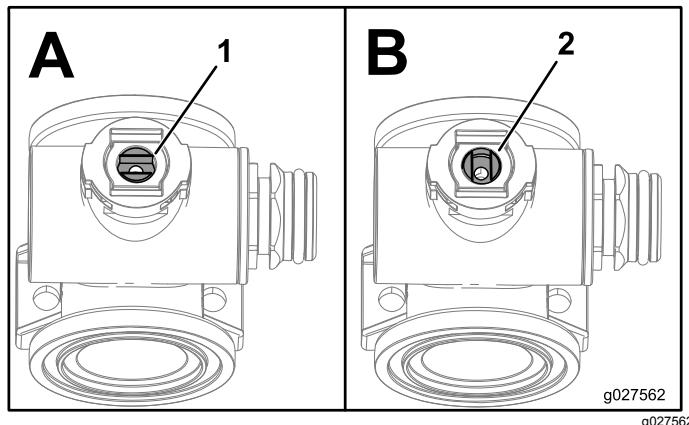

**Figura 104**
3. Retire o coletor da válvula de secção da máquina (Figura 104).